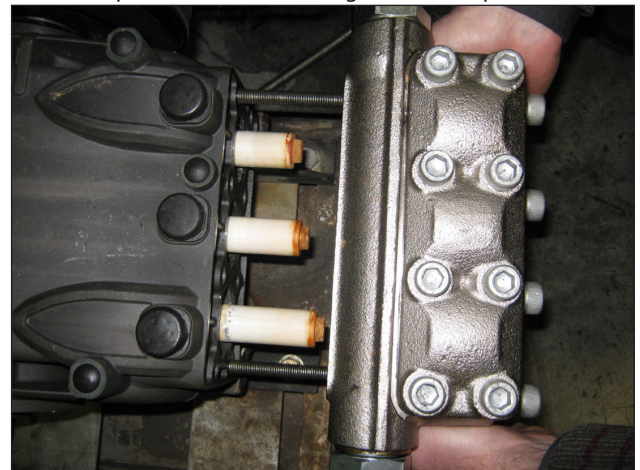

Fig. 30
- B) Lubrifier les composants ②③⑤ avec de la graisse à base de silicone OCILIS réf. 12001600 ; cette opération est considérée nécessaire pour faciliter l'adhérence de la lèvre des joints sur le piston.
1. Utiliser deux vis - goupille de service (réf. 27726000) fixées au carter comme le montre la (Fig. 30) pour positionner la tête complète en s'assurant qu'elle est insérée seulement sur le piston central.